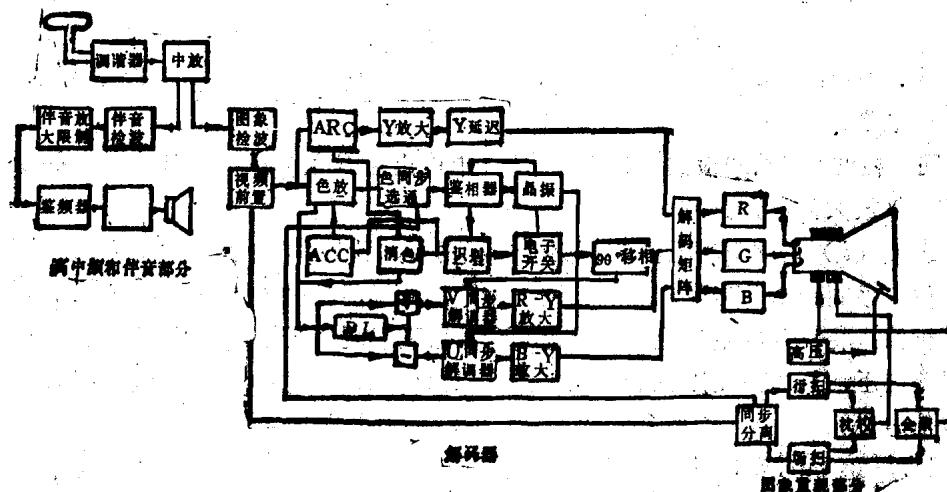

图1-1 PAL制彩色电视机方框图
图1-1为PAL制彩色接收机电路结构方框图，接收机电路按其作用可分为三大部分，即(1) 高频、中频和伴音部分；(2) 解码器；(3) 图像重现部分。另外，还有电源部分。第一，和黑白电视机相应的部分基本相同。它的作用是接收高频信号而送出彩色全电视信号，还包括全部伴音部分电路。第二，把黑白电视接收机的视频放大器扩大成为解码器。因为在彩色电视中，除亮度信号外，还要处理色度信号。解码器的作用和发射端形成彩色全电视信号的编码器正好相反，是从彩色全电视信号中解出并恢复三个基色信号R、G、B。将这些信号送到第三（图像重现）部分中，由彩色显像管重现彩色图像。
(1) 带通放大：从全信号中取出色度信号（其中含有色同步信号）。
(2) 色同步选通放大：借助于色同步选通脉冲（另提供），从色度信号中选出色同步信号，经放大供鉴相器作相位比较用。
(3) 自动色度控制(ACC)电路：由识别电路产生的识别信号作为控制电压加至带通放大器，保证色度信号电平的稳定。
(4) 梳状滤波器：为延迟线(DL)与加、减法器的组合。它是组成色度信号的U、V两分量的分离电路。
(5) U同步检波与V同步检波：分别从U与V中检出色差信号B-Y与R-Y，并分别通过B-Y与R-Y放大器放大。
(6) 副载波(f_c)晶体振荡器：为石英晶体振荡器，其频率为4.43361875MHz，用来产生频率和相位合乎同步解调器要求的副载波。为此，其振荡输出必须与色同步信号锁相。
(7) 鉴相器：将注入的基准色同步副载波和晶振副载波进行相位比较，输出一个代表其相位值的误差电压，用以控制压控晶体振荡器，以保证晶体振荡器输出的频率和相位一直锁定于色同步信号。
(8) PAL开关：由鉴相器输出的能识别编码器PAL开关状态的识别信号，与晶振产生的副载波同时送到PAL开关，得到逐行倒相的副载波，再经90°移相，以供V同步解调器所需要的副载波。
(9) 识别电路：由鉴相器提供的7.0kHz识别信号，对PAL开关进行强迫定相，以确保其逐行倒相之顺序与编码器中的PAL开关同步。
(10) 消色器：当色同步信号不存在（如收看黑白节目）或极微弱时，消色器能自动切断色度通道，以免黑白图像的画面出现随机性的彩色粒干扰。
(11) 会聚系统：用以校正显像管三电子束会聚误差的电路。但当采用自会聚显像管时，就无需设置会聚电路。此外，尚需进行几何畸变校正、自平衡调整、消磁、色纯调整电路未在图1-1中标出。
(12) 基色解码矩阵电路：将亮度信号(Y)与色差信号R-Y、B-Y进行线性组合形成R、G、B三基色图像信号送至彩色显像管阴极，以重现彩色图像。